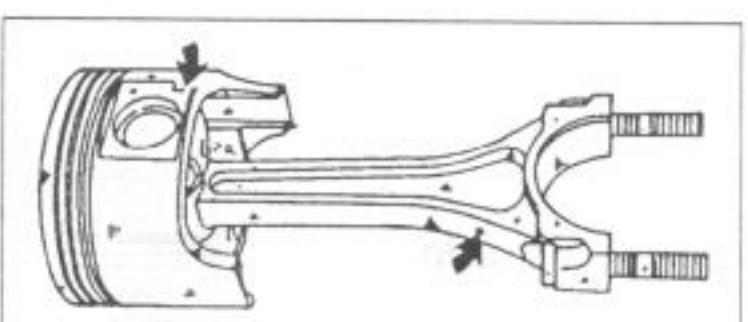
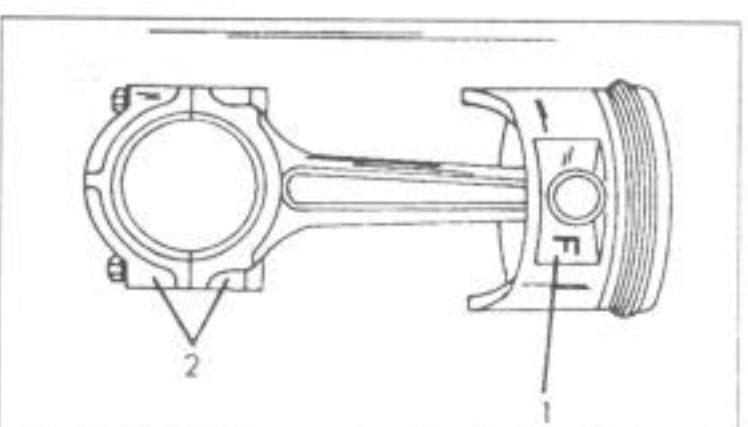

Рис. 89.
Рис. 90.
- У стандартного двигателя отверстие для масла в шатуне должно указывать на переднюю часть двигателя, т. е. после сборки поршень и шатун должны быть расположены так, как показано на рис. 89. У DOHC-двигателя такого отверстия нет, и выверка осуществляется в соответствии с рис. 90, т. е. маркировка “F” расположена вверху, если номер обозначения шатуна и крышки подшипника находятся на левой стороне. У дизельного двигателя выверка осуществляется таким же образом, как и у DOHC-двигателя. Выверка осуществляется очень тщательно, чтобы избежать ошибок.